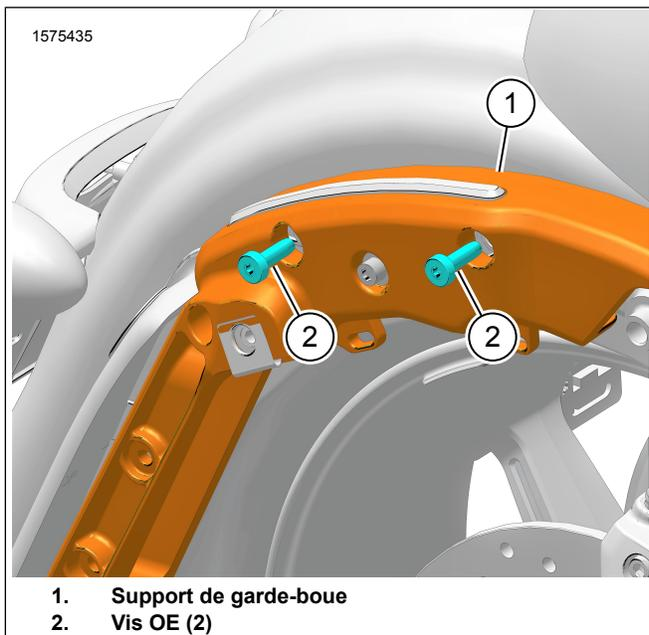

Figure 2. Vis du support de garde-boue
2. Voir la Figure 2. Retirer les vis OE (2) du support de garde-boue (1).